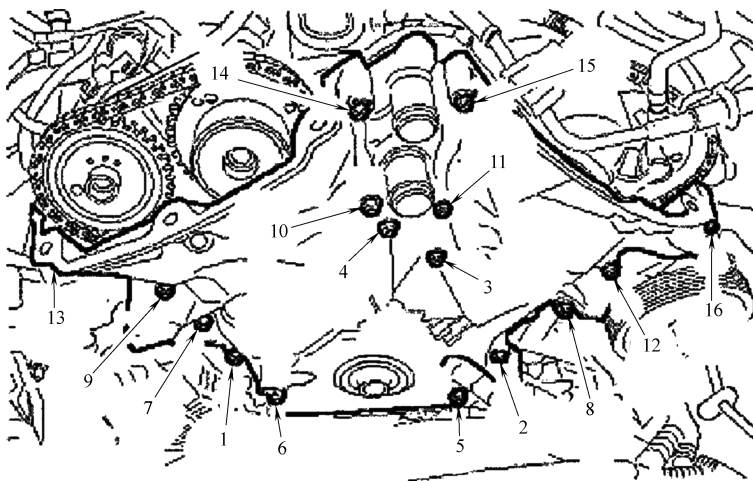

图 11-44 正时链条盖螺栓安装顺序
- 8) 拆卸正时链条盖固定螺栓，拆卸顺序必须与图 11-44 中所示的顺序相反，拆卸发动机正时链条盖。拆卸发动机线束，将正时链条盖密封垫废弃。